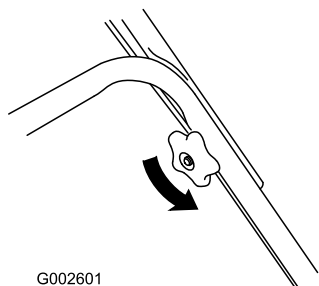

Figure 43
1. Afloje los pomos del manillar hasta que pueda mover libremente la sección superior del mismo (Figure 43).